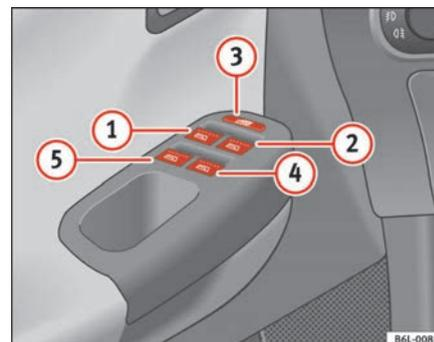

Fig. 52 Détail de la porte du conducteur : éléments de commande des glaces avant et arrière
Les touches ⇒ page 91, fig. 52 ① et ② disposent de deux positions pour l'ouverture des vitres et de deux autres pour leur fermeture. Il est ainsi plus simple de contrôler les processus d'ouverture et de fermeture.